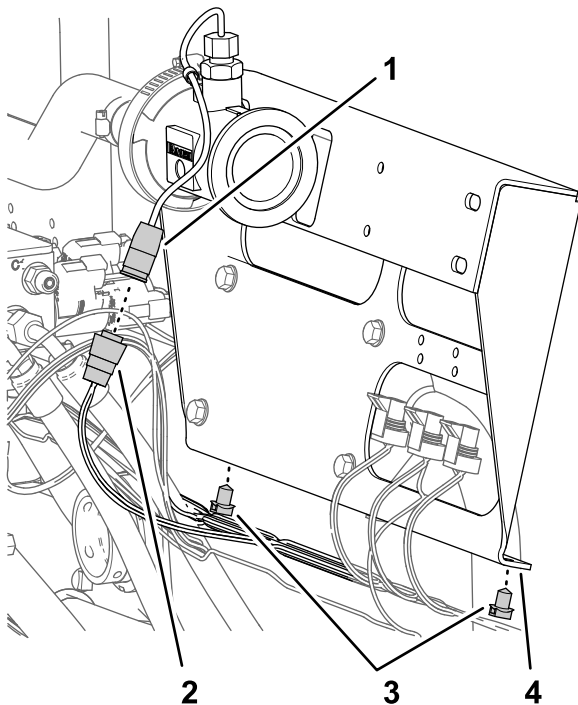

Bild 70
1. Schließen Sie den 3-Buchsen-Stecker des Maschinenkabelbaums, der mit FLOW METER beschriftet ist, vom 3-Stift-Stecker des Durchflussmessgeräts ab (Bild 70).
Flansch der Abschnittventilhalterung ab (Bild 70).